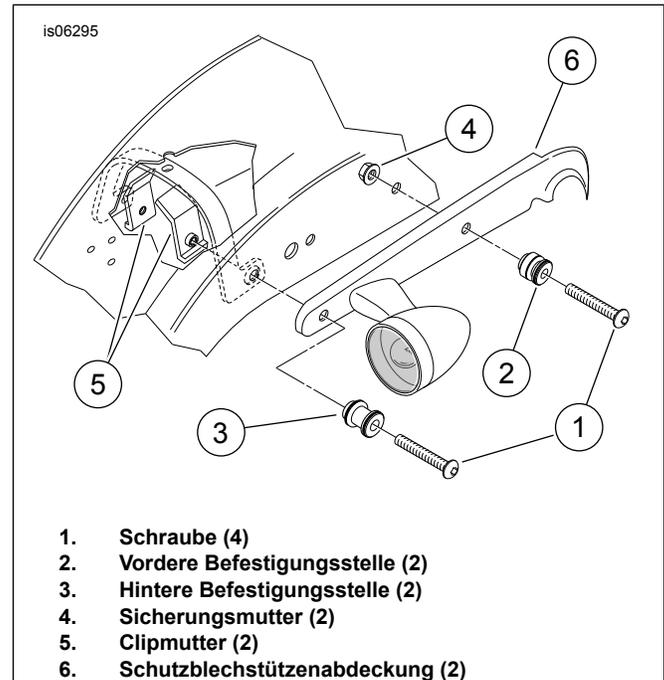
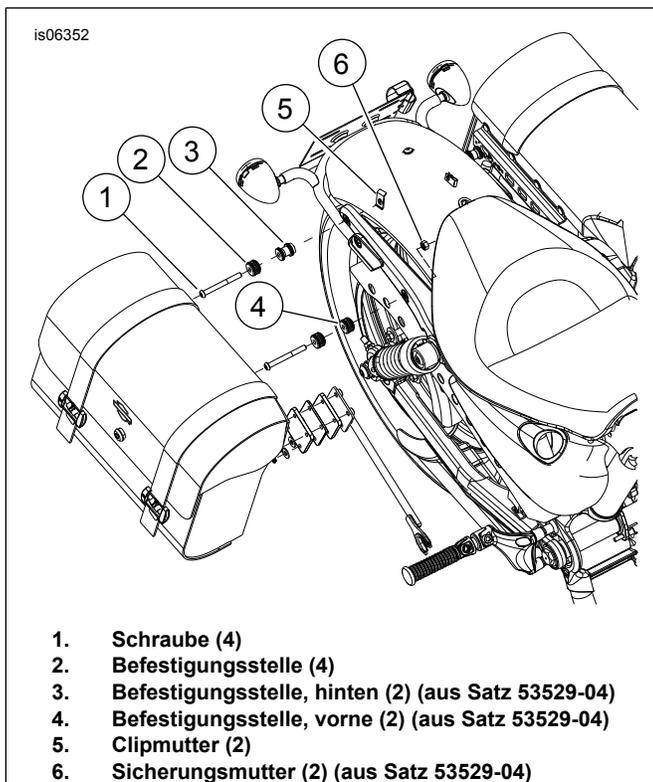
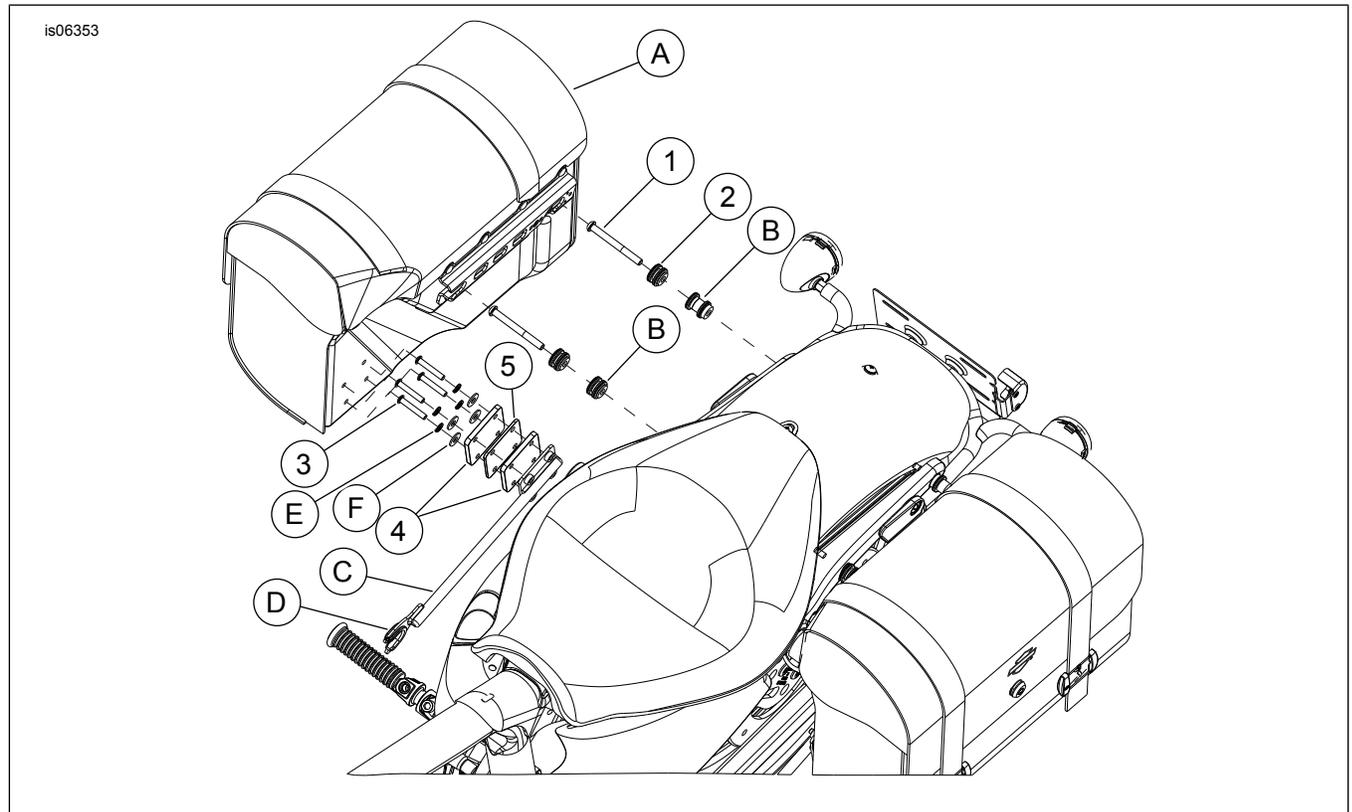

Abbildung 1. Hinterradschutzblechstütze
Abbildung 2. Anordnung der Befestigungsteile für die Befestigungsstellen
Abbildung 3. Ersatzteile: Befestigungsstellen-Ausrüstung
Siehe Abbildung 3 und Tabelle 1.
1. Siehe Abbildung 1. Die vordere Schraube (1) und die Sicherungsmutter (4) von der hinteren Schutzblechstützenabdeckung (6) entfernen. Die Schraube entsorgen. Die Original-Sicherungsmutter entsorgen, **sofern** nicht bereits Befestigungsstellen montiert waren. Die vordere Befestigungsstelle (2) und die Sicherungsmutter (4) aufbewahren, wenn bereits Befestigungsstellen montiert waren.
2. Die hintere Schraube (1) und die Clipmutter (5) von der Hinterradschutzblechstützen-Abdeckung abnehmen; dabei jeweils die Ausrichtung der Clipmutter an der Innenseite der Schutzblechstütze notieren. Die Schraube entsorgen, jedoch die Clipmutter aufbewahren. Die hintere Befestigungsstelle (3) aufbewahren, sofern eine solche bereits montiert war.
3. Die hinteren Blinker nach den Anweisungen im Werkstatthandbuch sowie der Anleitung aus dem Umbausatz von den Hinterrad-Schutzblechstützenabdeckungen (6) abnehmen und umbauen.
4. Siehe Abbildung 3. **Falls** die Stützarme bereits an den Satteltaschen montiert sind, die Schrauben, Sicherungs- und flachen Unterlegscheiben sowie die Stützarme von den Satteltaschen entfernen. Die Stützarme und Unterlegscheiben aufbewahren. Die Schrauben entsorgen.
1. Siehe Abbildung 2. Eine Befestigungsstelle (2) sowie eine Schraube (1) aus dem Satz entnehmen und die zuvor ausgebaute, vordere Befestigungsstelle (4) mit Sicherungsmutter (6) bereitlegen. An einem Ende jeder Befestigungsstelle befindet sich ein Ring mit kleinerem Durchmesser.
4. Eine der Befestigungsstellen (2) sowie eine Schraube (1) aus dem Satz nehmen und die zuvor ausgebaute, hintere Befestigungsstelle (3) mit Clipmutter (5) bereitlegen. An einem Ende jeder Befestigungsstelle befindet sich ein Ring mit kleinerem Durchmesser.
8. Siehe Abbildung 3. Die vier Schrauben (3), zwei 6,3 mm (1/4 in) starke Distanzstücke (4) und ein 3,2 mm (1/8 in) starkes Distanzstück (5) aus dem Satz entnehmen und den zuvor ausgebauten Stützarm (C) zusammen mit den vier Sicherungsscheiben (E) und den vier flachen Unterlegscheiben (F) bereitlegen.